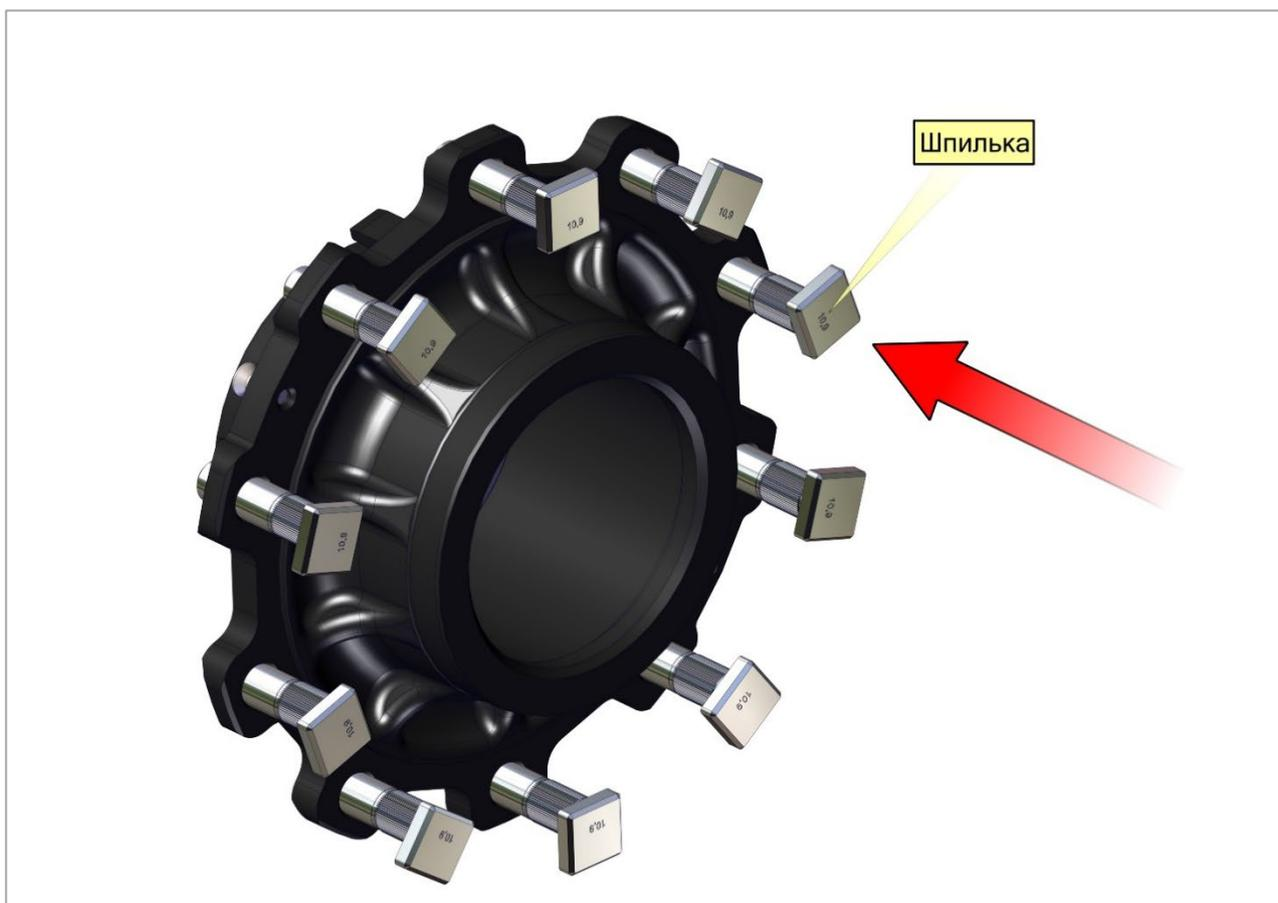

Рис. 14. Установка шпилек.
- 3) Шпильку необходимо надежно устанавливать на место, следя за тем, чтобы она располагалась под прямым углом к поверхности ступицы и точно садилась на внутренний торец ступицы (рис. 14).